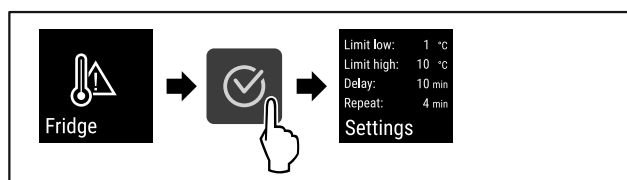

Fig. 118
- Stappen (zie Fig. 118) uitvoeren.